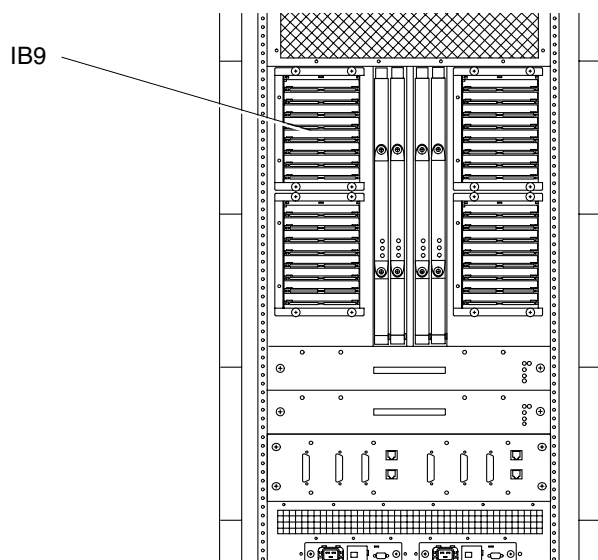

図 12-37 I/O アセンブリ IB9 の取り外し — Sun Fire 6800 システム
3. システムの背面から、左上の I/O アセンブリ IB9 を取り外します (図 12-37)。